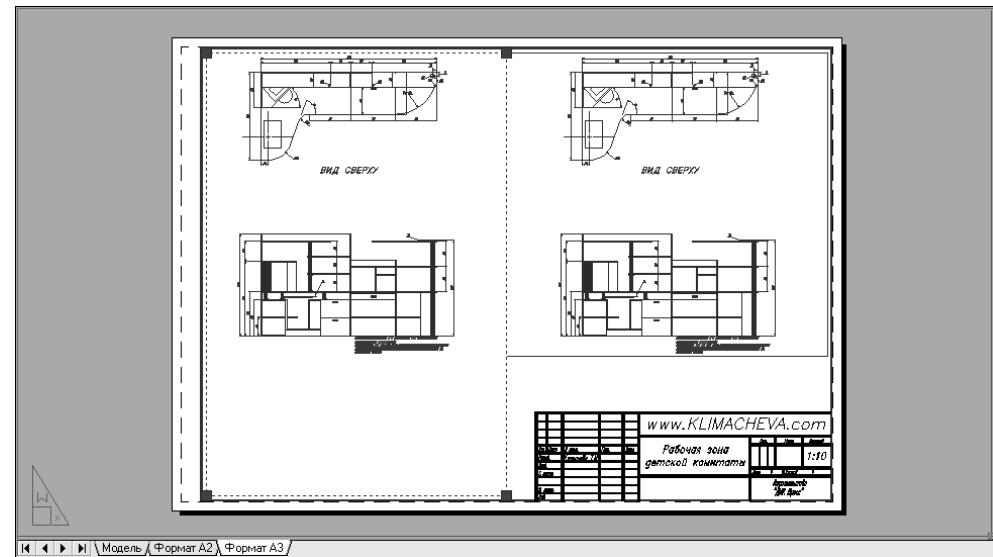

Рис. 13.26 ▼ Размер левого видового экрана изменен с использованием режима **Растягивание** (STRETCH) редактирования с помощью маркеров выделения
2. Вернитесь в режим **ЛИСТ** (PAPER) и, используя редактирование с помощь маркеров выделения, измените размер левого видового экрана так, чтобы он занимал по вертикали почти всю левую часть компоновки, охваченную рамкой (рис. 13.26).